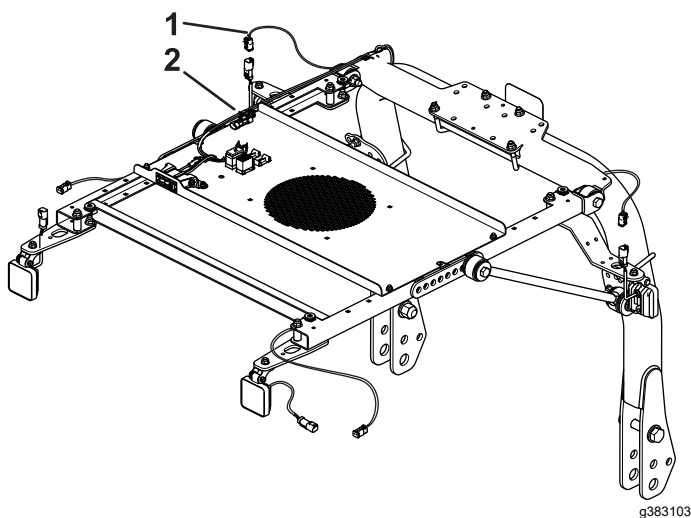

図 6
3. ライトキット用ハーネスのコネクタを、スイッチパネルのハーネスのコネクタに接続する図 6。
4. ハーネスを図 6 のように配設し、ケーブルタイで固定する。